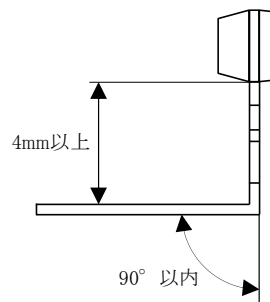

図2. リードを垂直方向に曲げる場合
- (3) リードをトランジスタ形名表示面に対し垂直に曲げるときは、図2のようにケースから少なくとも4mm以上離れた点で折り曲げ、その角度は 90° 以下にして下さい。